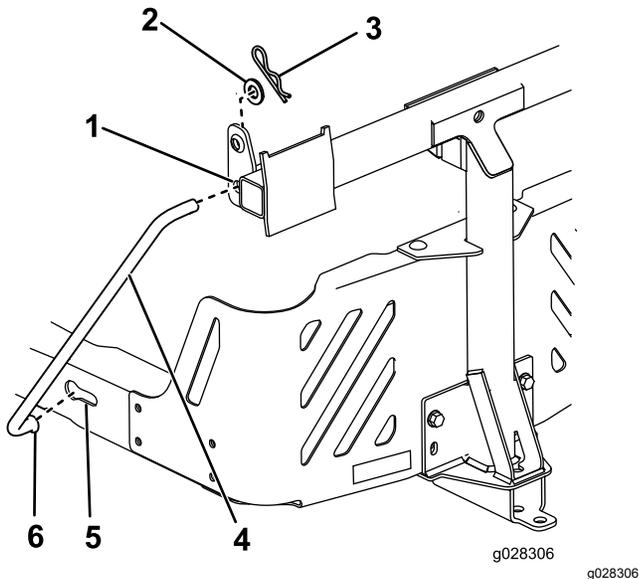

Figura 13
4. Instale el extremo doblado y abocinado de una varilla en la ranura en forme de bocallave del lado izquierdo del bastidor de la máquina, y mueva la varilla hacia atrás para encajarla en el bastidor (Figura 13).
5. Introduzca los extremos doblados de las varillas en la placa de enganche, según se indica en Figura 13, y sujete el extremo de cada varilla con una arandela y una chaveta.